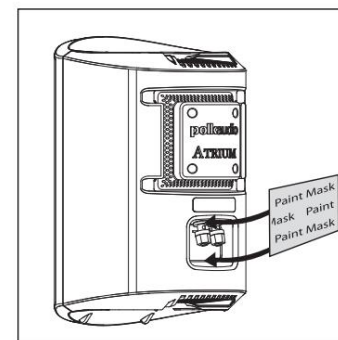
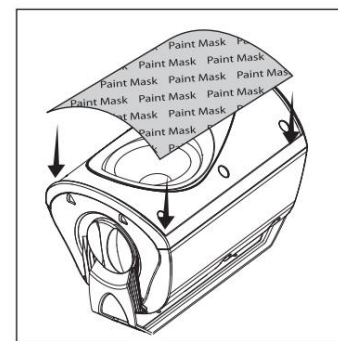

FIGURA 6: Protejați terminalele de conectare situate în spatele cutiei difuzorului.
FIGURA 7: Protejați difuzoarele și reflectoarele de sunet.
2. Protejați terminalele de conectare situate în spatele cutiei difuzorului [figura 6], panourile de capăt și butoanele de pe suport. Protejați bine partea frontală a cutiei difuzoarelor pentru a evita vopsirea difuzoarelor și a reflectoarelor de sunet [figura 7]. Grila are un logo care poate fi protejat dacă nu doriți să îl vopsiți.